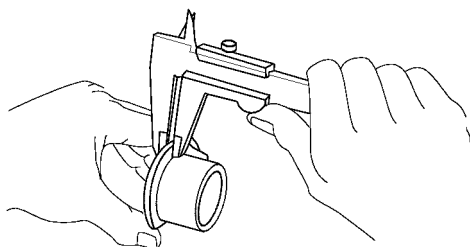

图 10-13 用游标卡尺测量内座圈凸缘厚度
2) 使用游标卡尺测量内座圈凸缘厚度, 如图 10-13 所示。